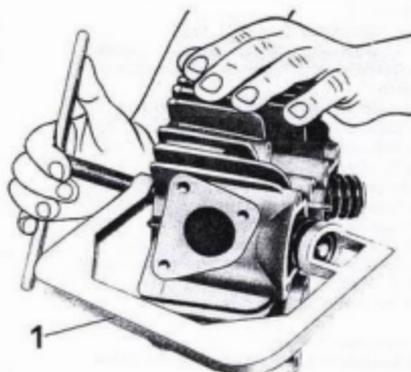

Abb. 22
Mit dem passenden Werkzeug Nr. 10907200 (1 aus Abb. 22) ist am Ventilsteller und am oberen Ventilderteller anzusetzen, die Schrauben des Werkzeugs werden zum Zusammendrücken der Federn so weit angezogen (wenn das Werkzeug unter Zug ist, gibt man einen Hammerschlag auf den Werkzeugkopf, dies dient dazu, den Teller von den Kegelhälften abzulösen), bis die Kegelhälften entfernt werden können. Nach Abnahme der Kegelhälften ist das Werkzeug zu lösen und ist folgendes abzunehmen:
- schließlich die beiden Kegelstücke, unter Verwendung des Werkzeugs Nr. 10907200 (Nr. 1 aus Abb. 22), das am Ventilteller und am oberen Federteller angesetzt wird; die Schrauben des Werkzeugs werden so weit angezogen, bis die beiden Kegelhälften montiert werden können, dann ist das Werkzeug zu lösen.